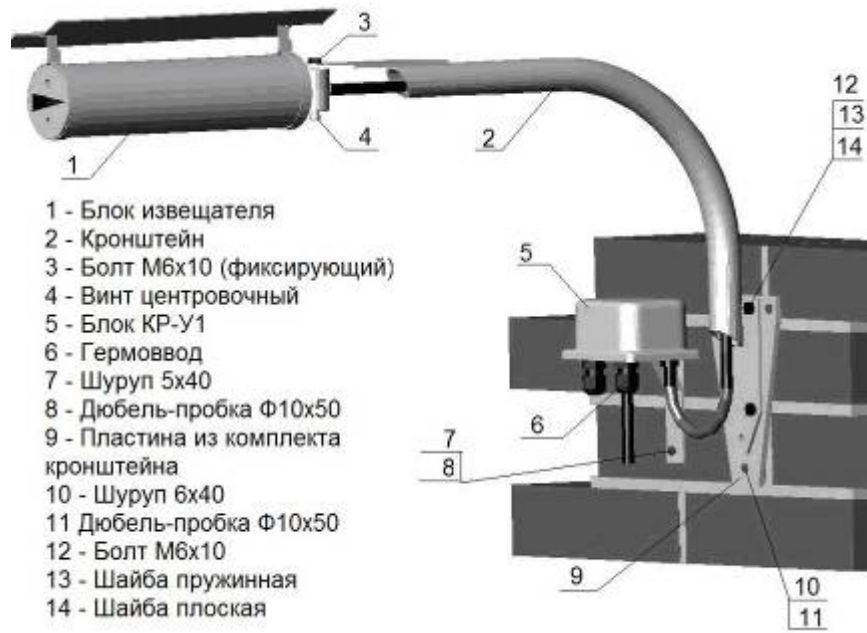

Рисунок 2 - Установка ПРМ, ПРД на ЗГР
- а) Просверлить в плите бетонного ЗГР три отверстия $\varnothing 10$ мм (см. рис. 2);